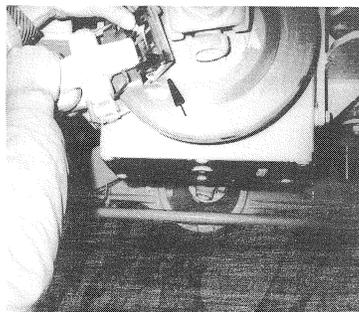

fig. 57
- (1) resserrer le frein d'arrêt
- (2) enlever les goupilles d'arrêt de la plaquettes de frein à l'aide d'un démonte-pneu
- (3) retirer la plaquettes de frein vers le haut (fig. 57/flèche)